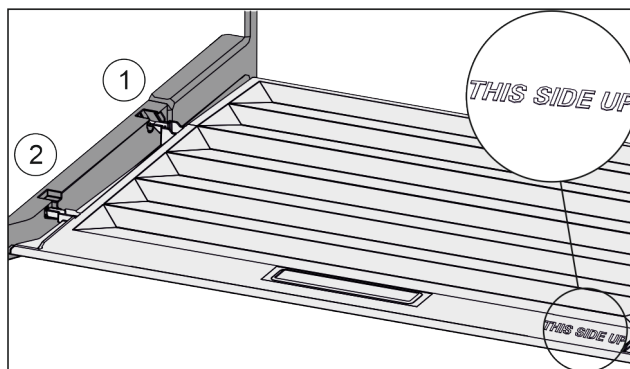

Fig. 29
- ▶ Пъхнете шийките на капака през отвора в задния държач Fig. 29 (1) и фиксирайте отпред в държача Fig. 29 (2).